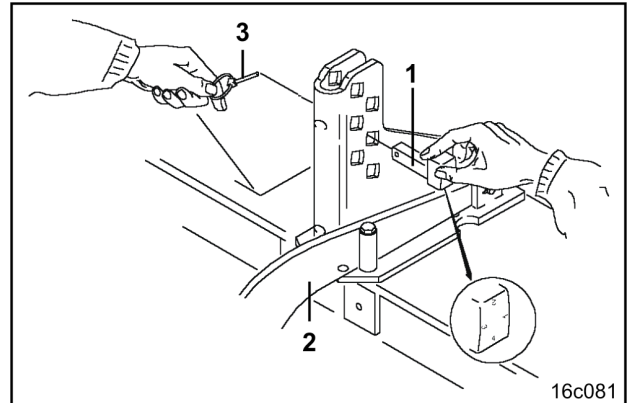

Fig. 62
**Beim Umstecken fassen Sie den Tiefenregulierungsbolzen (Fig. 62/1) nur so an, dass Sie mit der Hand nie zwischen Bolzen und Tragarm gelangen können.**
Die Tiefenregulierungsbolzen weisen einen Vierkant mit unterschiedlichen Abständen auf. Diese Kanten sind mit den Zahlen „1 - 2 - 3 - 4“ gekennzeichnet (siehe Fig. 62). Es ist darauf zu achten, dass die Tiefenregulierungsbolzen (Fig. 62/1) an allen Tragarmen (Fig. 62/2) mit gleichen Kanten bzw. mit gleicher Kennzeichnung (Zahl) zur Anlage kommen.
**Tiefenregulierungsbolzen nach jedem Umstecken mit Klappsteckern (Fig. 62/3) sichern!**